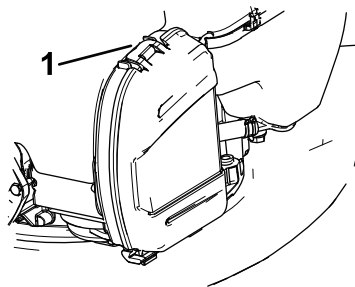

Figura 17
- 1. Levante la pestaña para abrir la tapa del filtro de aire (Figura 17).